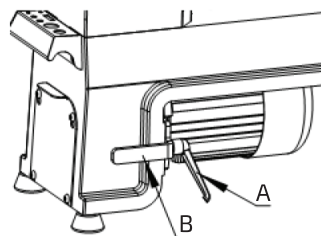

Рис. 9
2. Разблокировать зажимную рукоятку (A) (рис. 9).
3. Поднять рукоятку натяжителя (B) (см. рис. 9), чтобы ослабить натяжение поликлинового ремня. После этого можно перекинуть ремень в требуемый паз шкива для изменения диапазона частоты вращения шпинделя. На рисунке показан диапазон низких частот вращения.